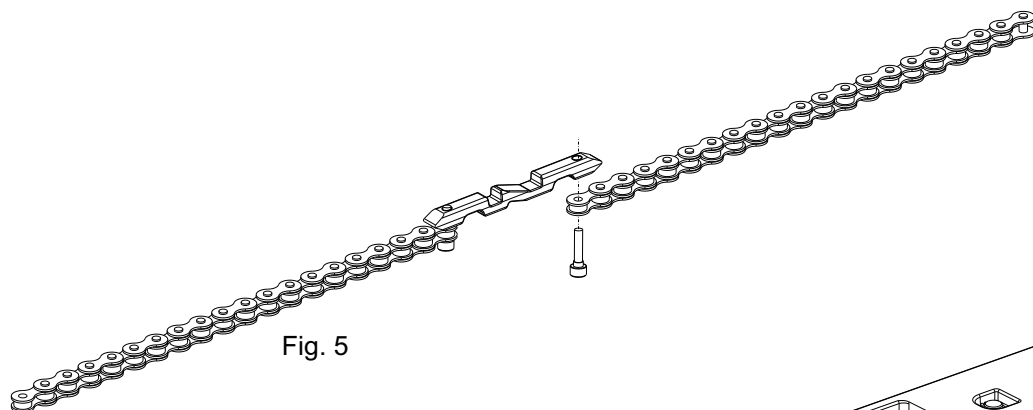

Fig. 5
- Una los dos extremos de la cadena utilizando la pieza y los dos tornillos proporcionados (Fig. 5).